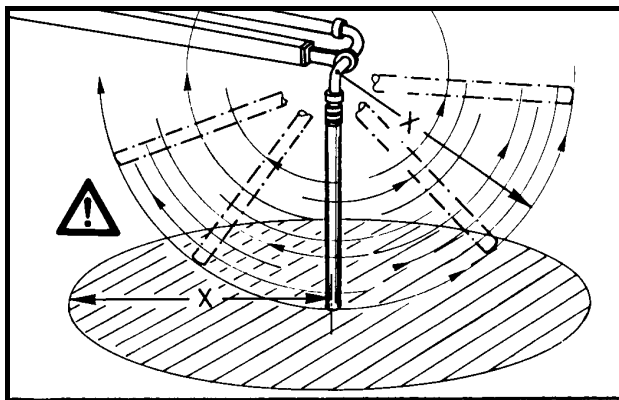

Fig. 1
**Peligro de accidente por golpear el tubo flexible final o por piedras que salgan disparadas (Fig. 1).**